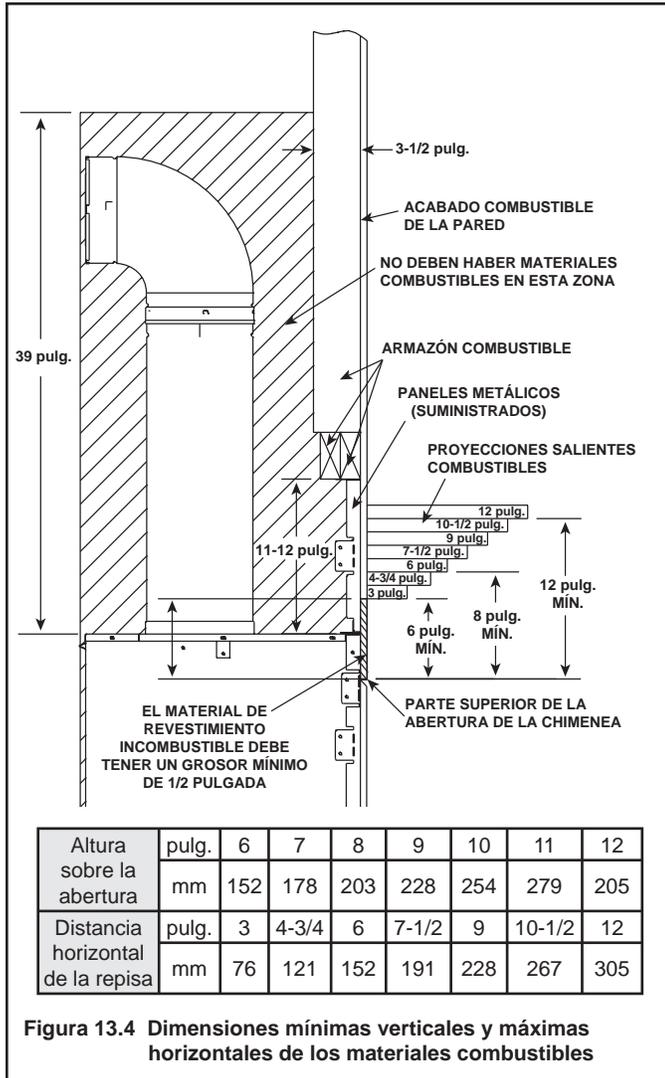

Figura 13.3
Paso 3. Coloque la parte superior del protector de salpicaduras detrás de los soportes de los paneles y en frente del vidrio. Consulte la Figura 13.3.